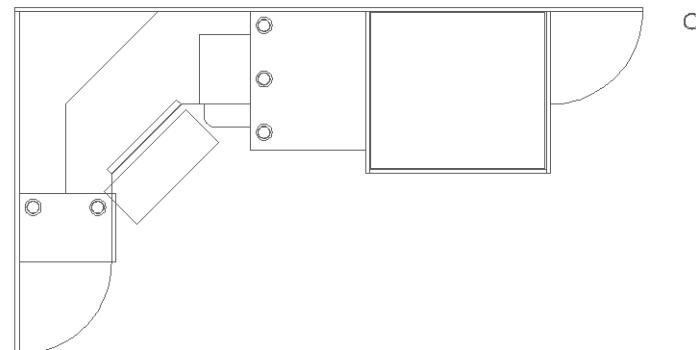

Рис. 6.23 ▶ Объекты, оставшиеся на слое **Высота 720**, после разнесения объектов по слоям
12. Разморозьте слой **Высота 720** и назначьте его текущим, а затем заморозьте слой **0**. Чертеж должен приобрести вид, показанный на рис. 6.23.
Проанализировав рис. 6.23, можно прийти к выводу о том, что на нашем чертеже имеются три проблемные зоны: